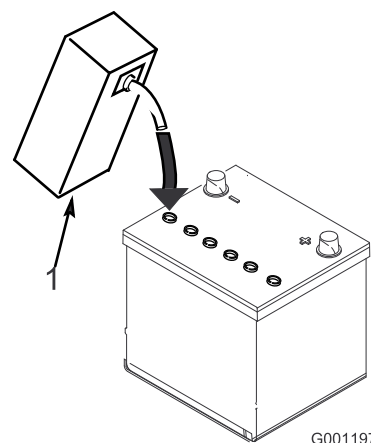

Figure 10
3. Versez de l'électrolyte avec précaution dans chaque élément jusqu'à ce que les plaques soient recouvertes d'environ 6 mm de liquide (Figure 10).
4. Attendez environ 20 à 30 minutes pour que les plaques aient le temps de s'imprégner d'électrolyte. Faites l'appoint au besoin pour que le niveau de liquide monte à 6 mm en dessous du creux de remplissage (Figure 10).